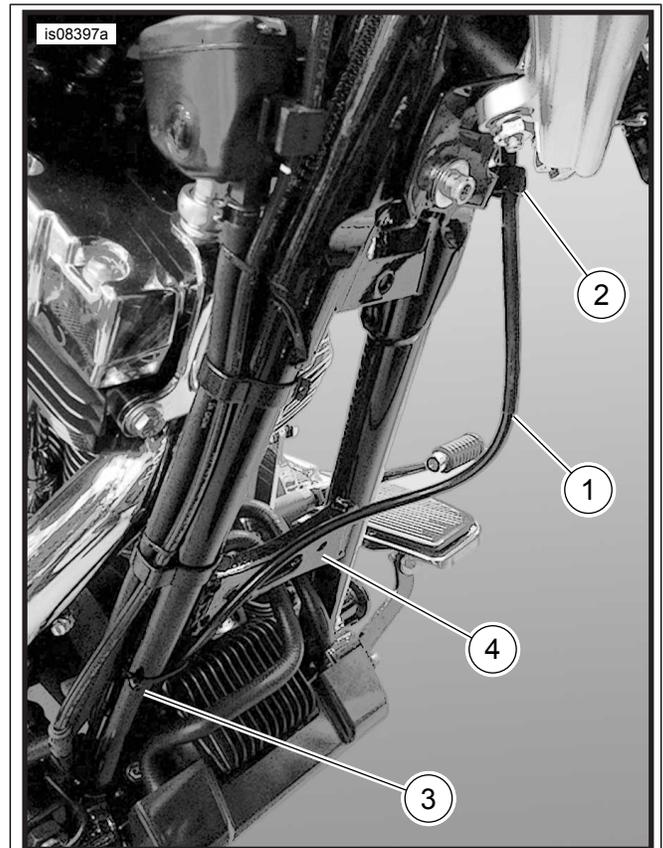

**Figura 4. Ubicaciones de las abrazaderas en el tubo vertical de la estructura, modelos de fuselaje**
4. Vea Figura 4 a través de Figura 8. Coloque la línea de líquido del embrague:
- a. **Modelos de fuselaje:** ver Figura 4 . Asegura la línea en el tubo vertical con las dos abrazaderas que se quitaron anteriormente.